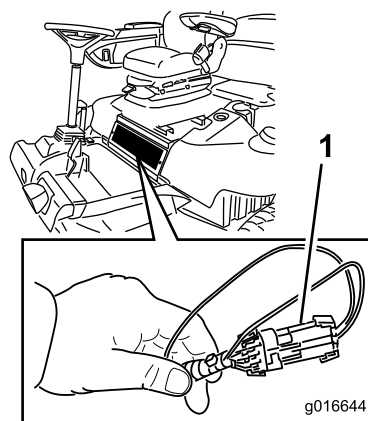

Figura 45
2. Retire o painel de acesso localizado abaixo da parte da frente do banco (Figura 45).
3. Localize os fios e os conectores junto ao controlador (Figura 45).